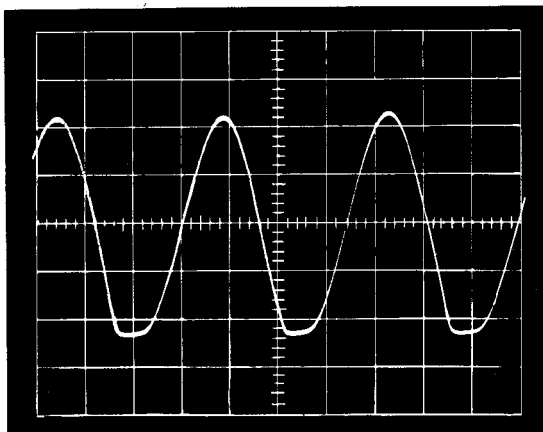

Fig. 7
Fig. 7 zeigt die an der eingebauten Steckdose entsprechende der Fig. 4, Pos. 2 anstehende Gleichspannung. Sie soll mindestens 3 V betragen. Ist die Spannung kleiner, liegt in der Versorgung des Magnetventils bzw. dem Magnetventil selbst ein Kurzschluß vor. Ist die Spannung wesentlich
Fig. 7 shows the direct current existing in the socket built in according to Fig. 2, item 5. If the tension is lower than 3 V there is a short circuit in the supply to the magnetic valve or in the magnetic valve itself. If the tension is essentially higher the line leading to the
Fig. 7 montre la tension continue existante à la prise de courant incorporée en correspondance avec la fig. 2, pos. 5. Il doit se monter au minimum à 3 V. Si la tension est plus petite il y a un court-circuit dans l'alimentation de la vanne magnétique ou dans la vanne magnétique même.